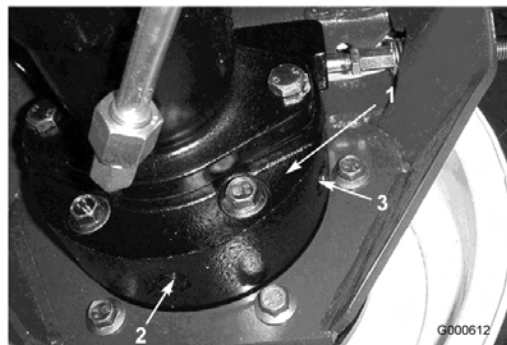

図 44
3. ホイールの反対側のブレーキ・ハウジング（図44）の下にも容器を置く。